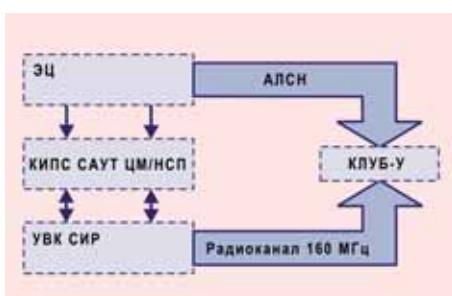

РИС. 1
■ Схема передачи на устройство КЛУБ-У показаний ближайших по ходу движения поезда светофоров приведена на рис. 1.